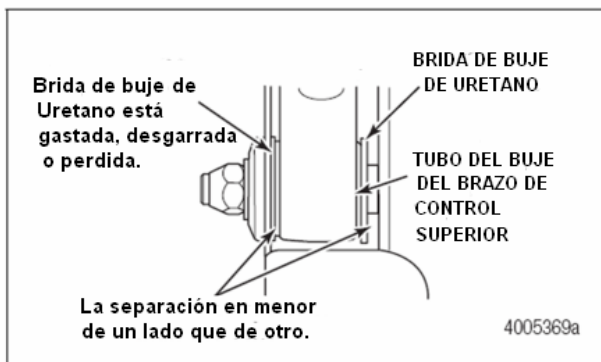

Figura 9.10
- B. El brazo de control superior y el buje se han desplazado ligeramente hacia un costado. La brida del buje está desgastada, rasgada ó perdida. Usted no encuentra desgaste significativo entre el brazo de control superior y la ménsula de chasis ó el asiento de eje. La separación de juego axial de eje es menor en un costado que en el otro. Figura 9.10.